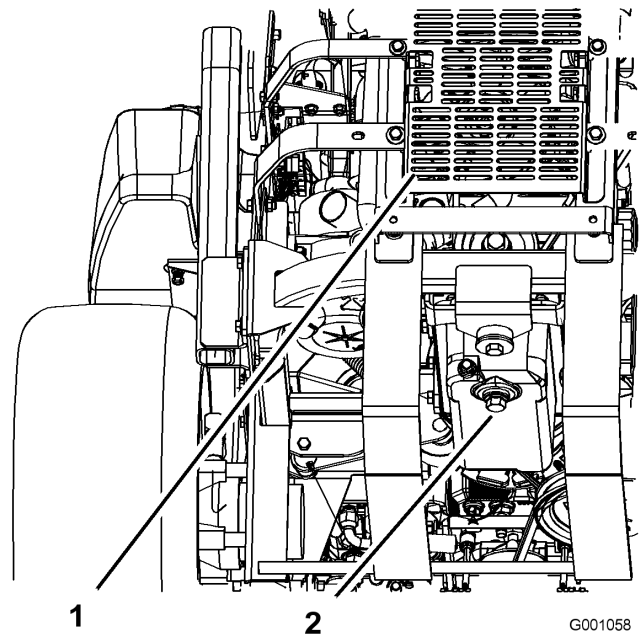

Bild 31
5. Stellen Sie eine Auffangwanne unter die Ölablassschraube. Entfernen Sie die Ablassschraube (Bild 31) und lassen das Öl vollständig ablaufen.